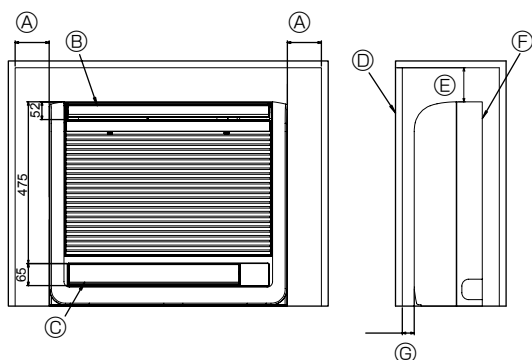

Fig. 6-1
6.1. Encastrement de l'appareil intérieur dans un mur (Fig. 6-1)